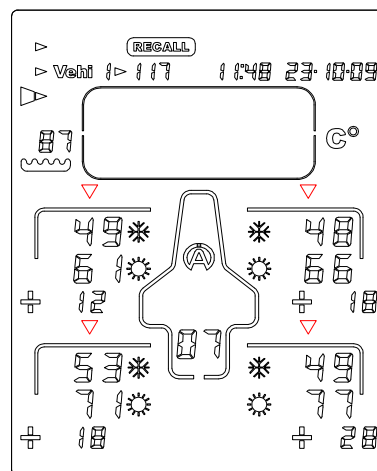

Ilustración 12
- 6) Pulse de nuevo el botón  u : el Tyrecontrol muestra la tercera fase de los datos, es decir, las temperaturas del centro de los neumáticos, antes  y después  del recorrido, y los desvíos (*ilustración 12*).